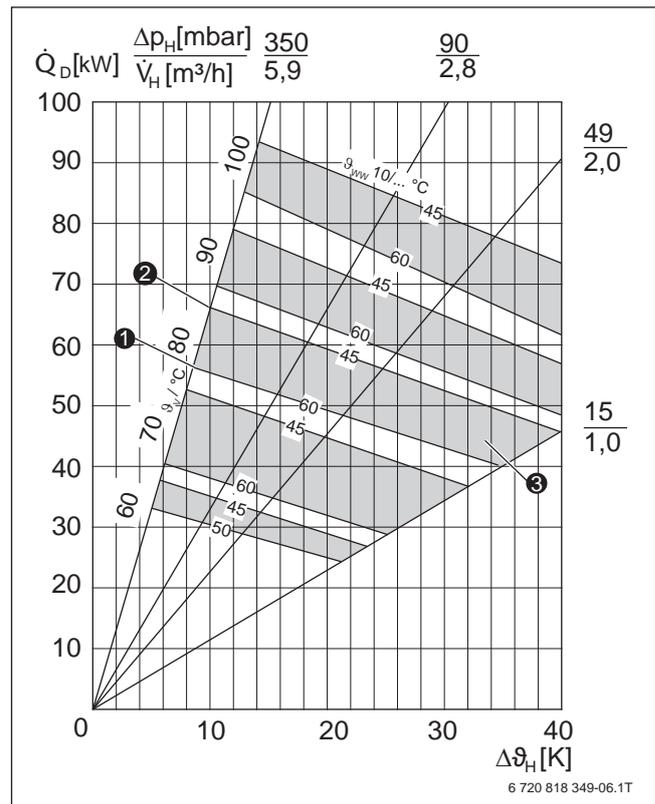

Bild 35 Dauerleistungsbereiche des Speichers Logalux SU500.5 (Vorlage → Bild 70, Seite 96)
Im Dauerleistungsdiagramm ist jeder Vorlauftemperatur ein graues Feld zugeordnet, das nach oben und unten begrenzt ist (→ Bild 35). Zum Beispiel ist das Feld $\vartheta_V = 80$ °C ③ von den Kurven $\vartheta_{WW} = 10/45$ °C ② und $\vartheta_{WW} = 10/60$ °C ① begrenzt.